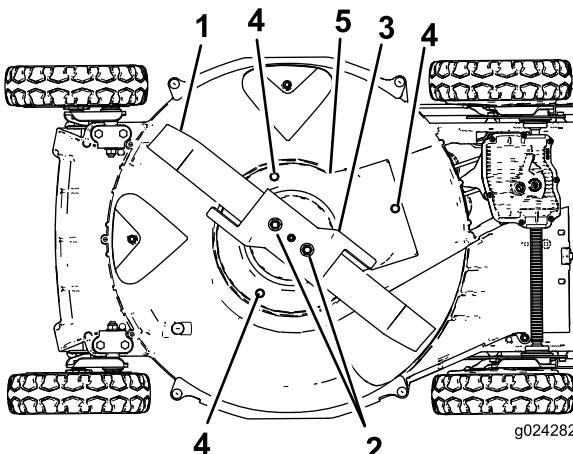

Figura 39
6. Rimuovete i 2 dadi della lama, l'acceleratore e la lama (Figura 39).
7. Rimuovete le viti che fissano il carter della frizione del freno della lama al sottoscocca del tosaerba (Figura 39).